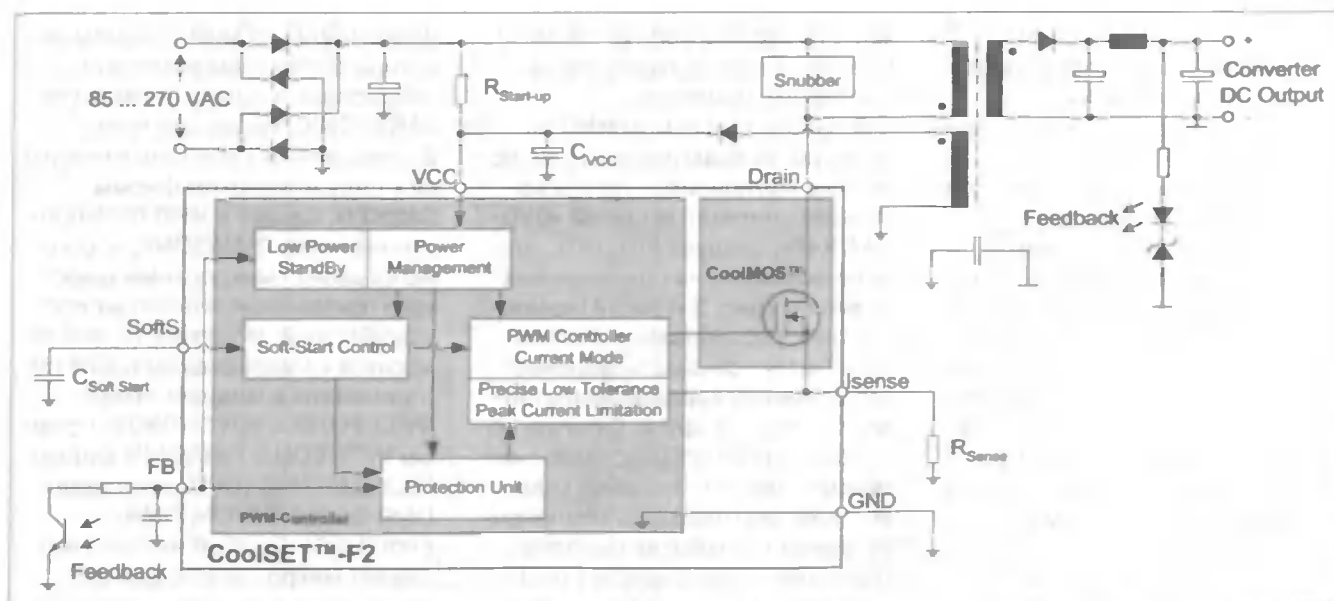

Рис. 6. Схема включения микросхем ICE2A 165/265/365/180/280
Микросхемы ICE2A165/265/365/180/280 выполнены по технологии CoolSET™-F2 (микросхемы с полевыми транзисторами CoolMOS™ второго поколения). Перечислим особенности этих микросхем: стандартный корпус P-DIP-8-6; работа без радиатора; малая потребляемая мощность в дежурном режиме; улучшенная схема защиты с режимом автоматического перезапуска. Типовое включение микросхем приведено на рис. 6. В состав микросхемы входят:
- На рис. 6 также отмечены: Rstart-up — резистор запуска; Snubber — демпфирующая цепь; Feedback — обратная связь; Rsense — резистор детектора вы-